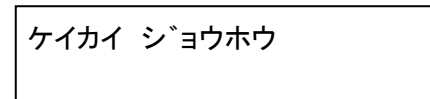

図 9-11 警戒情報メニュー
- ・ 警報出力装置内に記憶されている、「警戒情報」の内容を参照または変更できます。(図 9-11)